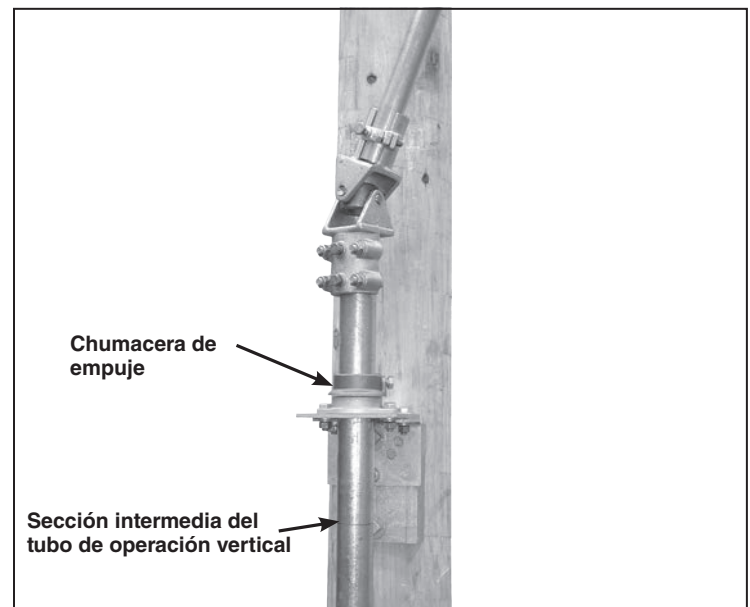

Figura 24. Instalación de la sección intermedia del tubo de operación vertical.
**PASO 23.** Pase la siguiente sección del tubo de operación vertical a través de la chumacera guía y después a través de la chumacera de empuje. La chumacera de empuje descansará en la chumacera guía y soportará el tubo de operación. Ver Figura 24.